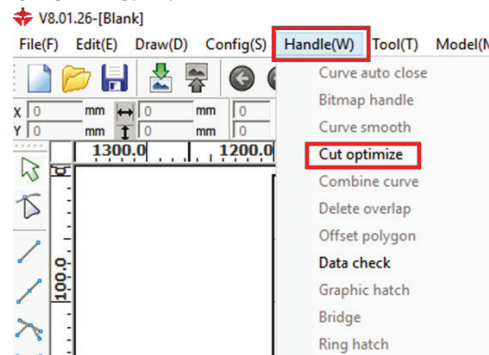

Рис. 8.7.1. Оптимизация траектории в RDWorks
Для англоязычной версии RDWorks V8.01.26 необходимо в меню “Handle (W)” выбрать функцию “Cut optimize”. В окне “Cutting optimize handle” установите значения параметров “Dir” = “Bottom To Up” (снизу-вверх), и “Height” согласно размеров деталей проекта, например, “Height” = 5.0 (рис. 8.7.1-8.7.2). Затем нажмите “OK” и